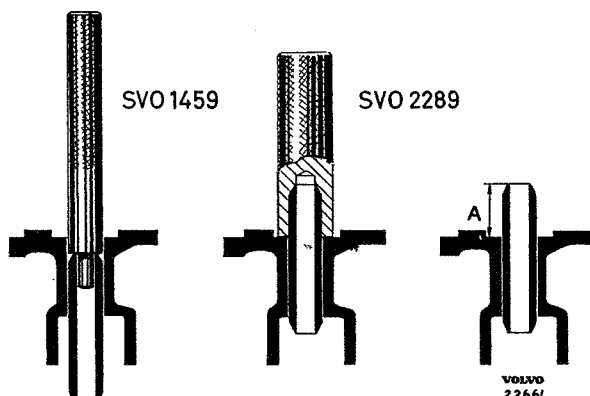

Fig. 2-24. Het vernieuwen van de klepgeleiders
2. Pers de nieuwe geleiders in met het stempel SVO 2289, dat de juiste diepte geeft, zie Fig. 2-24.